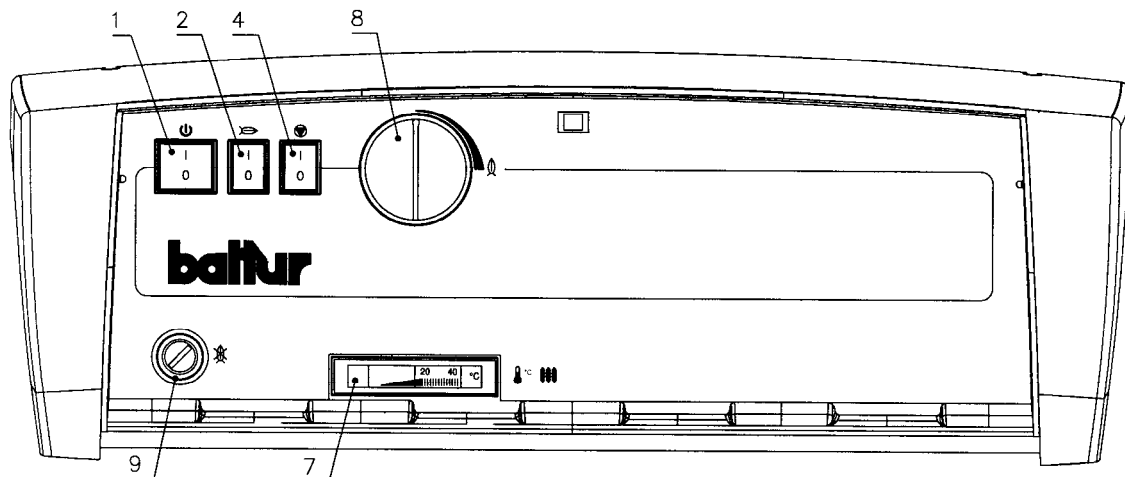

Fig. 5
### 5.3.2 PANNELLO COMANDO TERMOSTATICO PER SOLO RISCALDAMENTO (Fig. 5)
**IMPORTANTE: verificare che le intercapedini tra il boccaglio bruciatore, lunghezza minima 130 mm (L), ed il portellone siano convenientemente riempite con materiale termoisolante (Fig. 5).**